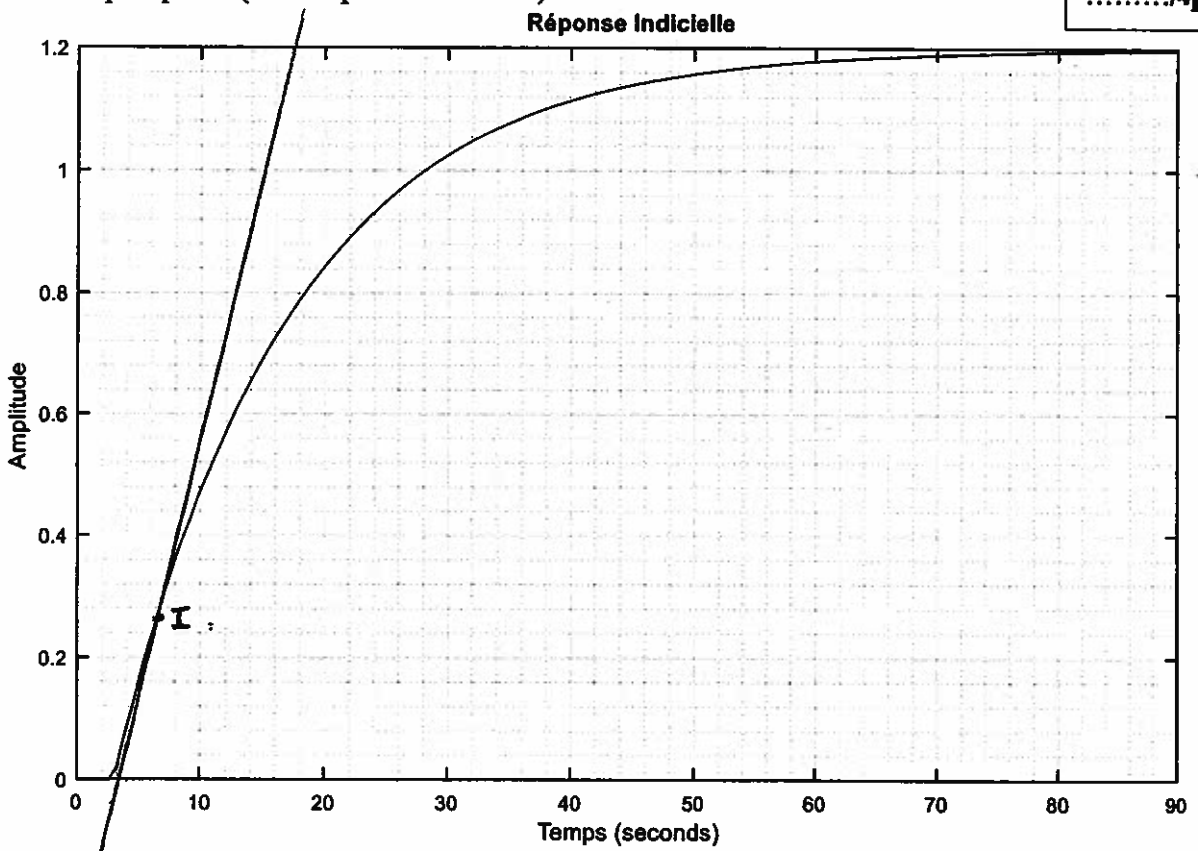

Figure 2
1.2 Toujours pour le même système sur la Figure 2, appliquez la méthode de Strejc afin d'obtenir un modèle plus précis (I est le point d'inflexion).